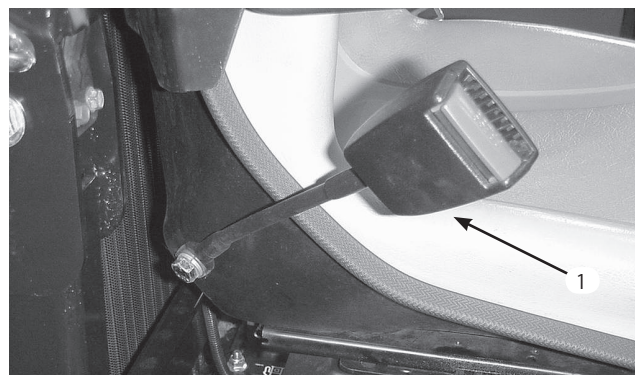

図6
1. 各ベルトの端部についているプレートを運転席後部に固定する (図6; 7/16 x 20 -1キャップスクリュー、7/16 平ワッシャ、7/16 ロックワッシャ各2を使用する)。しっかりと締め付けること。シートベルトは差し込み金具が左側になるように取り付ける。